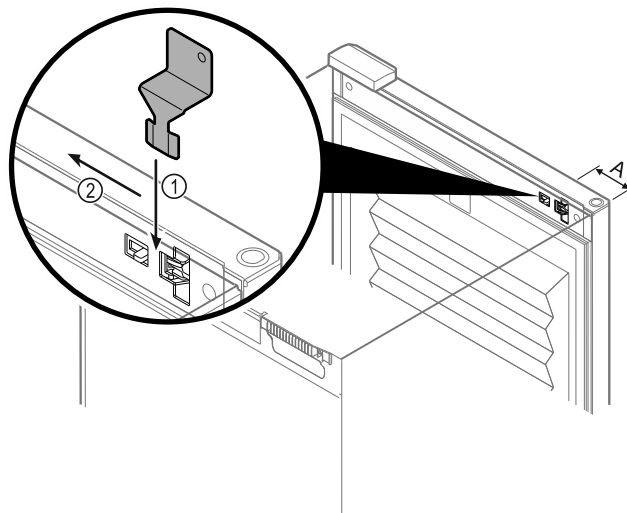

Fig. 138
- Plasser nødåpningsnøkkelen på det angitte stedet Fig. 138 (A)  $\approx$  100 mm.
- Sett nødåpningsnøkkelen mellom døren og enheten, ovenfra til den stopper Fig. 138 (1).
- Trekk nødåpningsnøkkelen mot hengselsiden Fig. 138 (2).